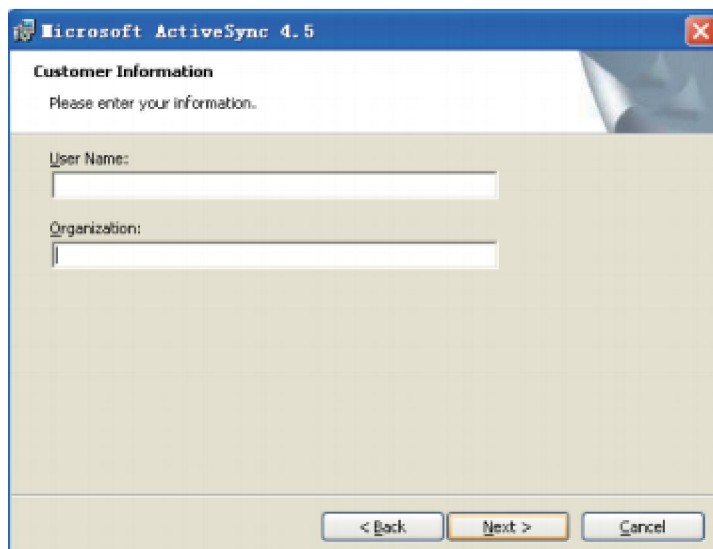
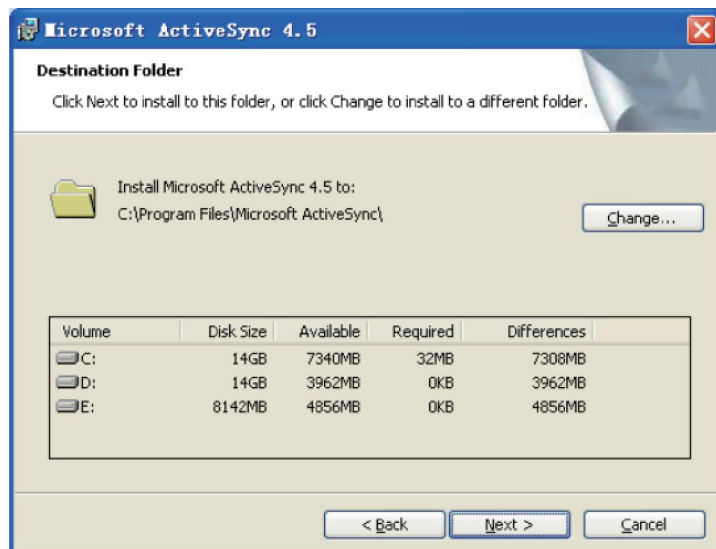
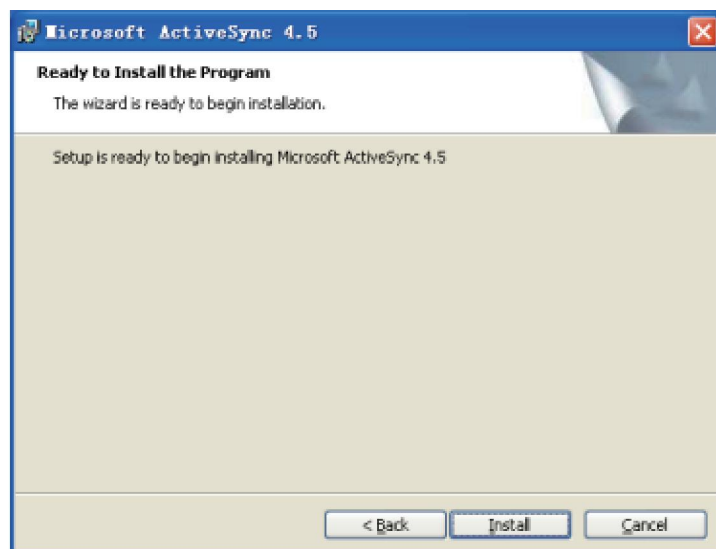
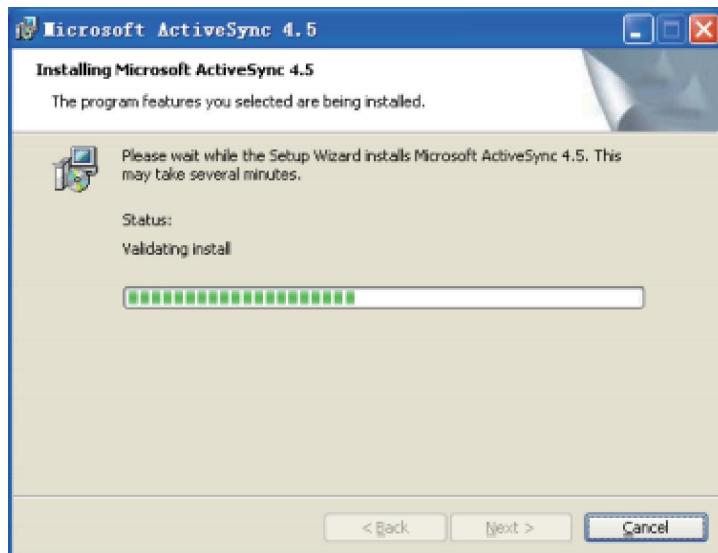

图 5.1.3
图 5.1.4
图 5.1.5
图 5.1.6
3、在图 5.1.2 界面中选择 “ I accept the terms in the license agreement ” 然后点击 “ Next ” 按钮进入图 5.1.3
4、在图 5.1.3 界面中可以输入 “ User Name ” 用户名及 “ Organization ” 组织/公司信息，输入完成后点击 “ Next ” 按钮进入图 5.1.4 界面
5、在图 5.1.4 界面中程序默认安装路径“ C:\Program Files\Microsoft ActiveSync ”可以通过点击“ Change ”按钮重新选择程序安装路径，否则点击“ Next ”安久进入图 5.1.5 界面，程序将依据默认路径安装。
6、确认之前操作无误后在图 5.1.5 界面中点击“ Install ”按钮开始程序安装，界面如图 5.1.6